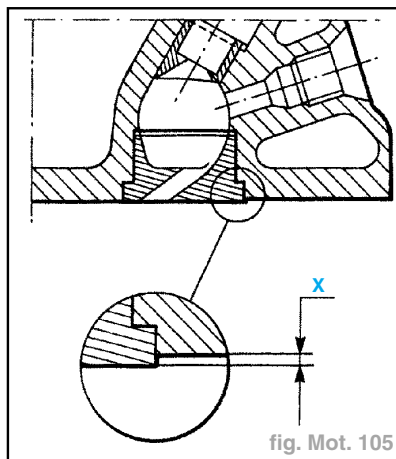

fig. Mot. 105
- Vérifier que le dépassement des chambres de précombustion corresponde aux valeurs prescrites (fig. Mot. 105) :